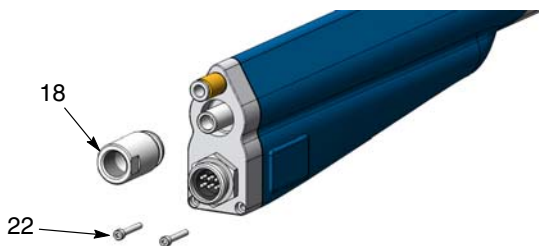
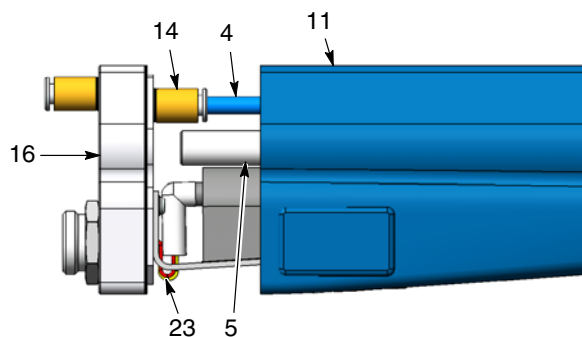

Figura 37 Remoção dos parafusos do poço de calor e da porca de bloqueio
Figura 38 Puxar o poço de calor para fora do alojamento
5. Consulte a figura 37. Remova os dois parafusos (22) com uma chave hexagonal de 2,5 mm, depois retire a porca de bloqueio (18) do tubo de pó.
6. Consulte a figura 38. Puxe o poço de calor (16) para fora do alojamento (11) e desligue o tubo de ar (4) do conector (14).
- Consulte a figura 38. Ligue o tubo de ar (4) ao conector interno (14).
- Empurre o poço de calor (16) contra o alojamento, enquanto guia o tubo de pó (5) através do poço de calor. Certifique-se de que os fios da cablagem (23) não estão entalados entre o alojamento e o poço de calor.
- Consulte a figura 37. Enrosque a porca de bloqueio (18) no tubo de pó e aperte-a. Não a aperte excessivamente para não destruir a rosca de plástico do tubo de pó.
- Monte os dois parafusos de sextavado interior (22) no poço de calor e aperte-os.